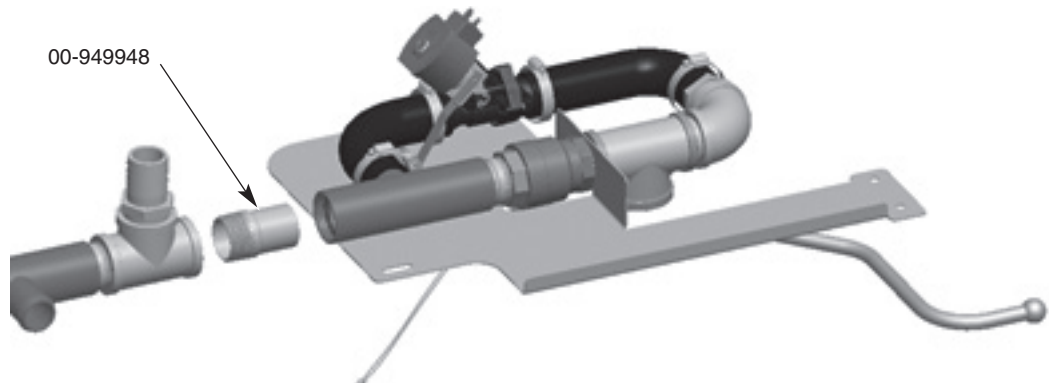

Fig. 14
6. Retirez la pièce fileté tournée vers le bas (00-949948) du raccord en T de l'extrémité de déchargement et remplacez-la par un bouchon de tuyau au filetage NPT inclus avec la livraison. La pièce 00-949948 peut être jetée. Voir Fig. 14.